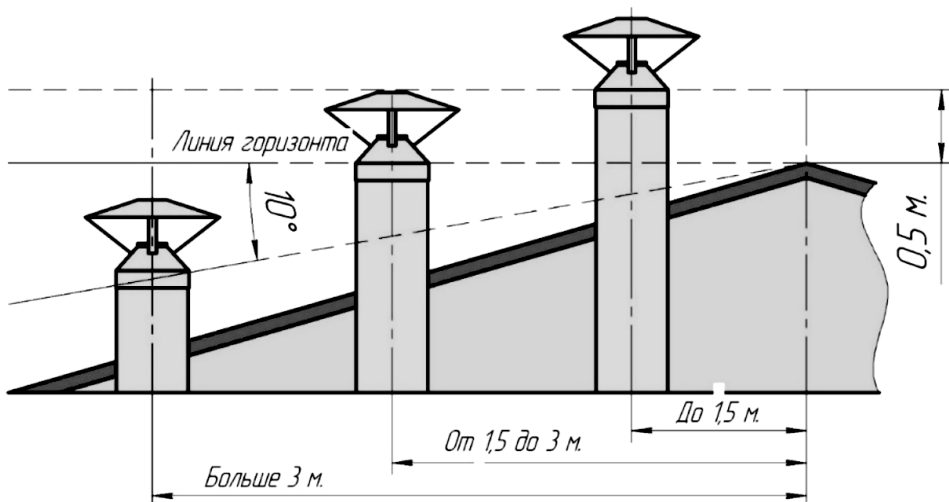

Рисунок 1: Высота дымоходной трубы
– не ниже линии, проведенной от конька под углом  $10^\circ$  к горизонту, при расположении дымовой трубы от конька на расстоянии более 3 м (рисунок 1).